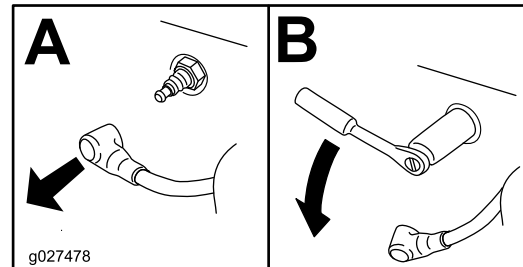

Figure 48
4. Localisez et retirez la ou les bougies comme montré à la Figure 48.